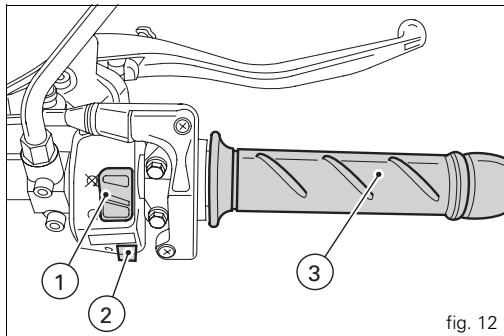

fig. 12
1) Si le code est reconnu, le témoin (6, fig. 4.1) sur le tableau de bord, émettra un bref clignotement ; le système antivol a reconnu le code de la clé et désactive le blocage du moteur. En appuyant sur le bouton START (2, fig. 12), le moteur démarre ;
Comodo droit (fig. 12)
Poignée des gaz (fig. 12)